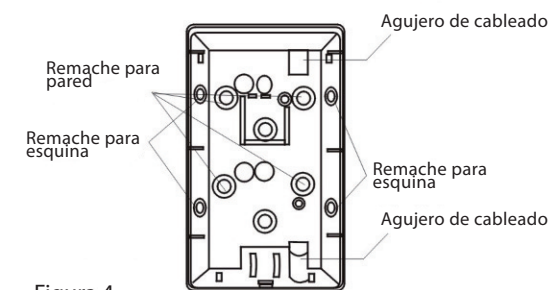

Figura 4
A. De todos modos, el detector puede ser instalado en una altura máxima de 4 metros. Asegúrese de que el detector tenga una vista amplia. Remueva la cubierta frontal, retire los tornillos y luego saque el PCB. Rompa el agujero pre-ajustado (Figura 4), si es necesario, revele el "agujero pre-ajustado para embutido en pared", y rasgue una vez el "agujero de cableado", marque el punto del agujero en la pared y coloque la etiqueta "embutido" en el agujero pre-ajustado. Perfore agujeros de 3.6mm y coloque los tornillos en "tornillos para embutido" deje que su extremo delantero quede a 5/6 mm de la pared. Pase el cable por el agujero de cableado y fije la cubierta inferior en la pared, asegúrese de que la cubierta superior encaja en el sitio obligado.
Cuando INHIBIT está conectado, el equipo es desconectado y se visualizará la primera alarma (ver figura 4). Cuando el equipo es re-conectado, la memoria vuelve a activarse.